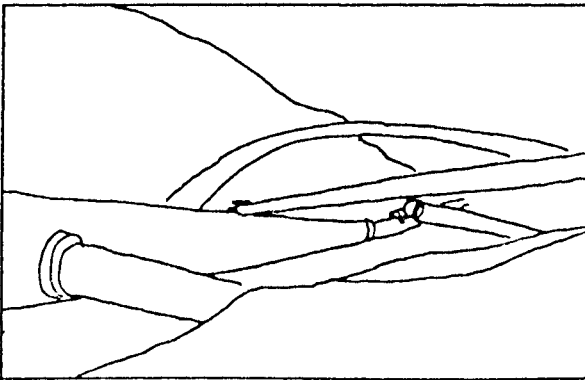

Figure 38
- 21) KONTROLLIERE WEITERS AUCH BEI EINEM BLICK IN DAS DOPPEL-SEGEL AM HINTEREN FLÜGELENDE, OB DIE SPANNLATTE RICHTIG AUF DEM DAFÜR VORGESEHENEN BOLZEN AN DER SEITENSTANGE BEFESTIGT IST (FIGURE 38)